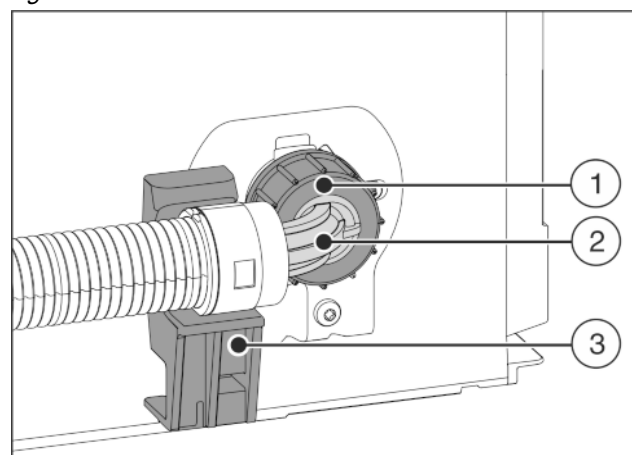

Fig. 22
- Розмістити та утримувати кінець шлангу під кутом Fig. 22 (2) горизонтально на тримачі Fig. 22 (3).
- Накрутити гайку Fig. 22 (1) рукою на різьбу до досягнення надійної міцної посадки.